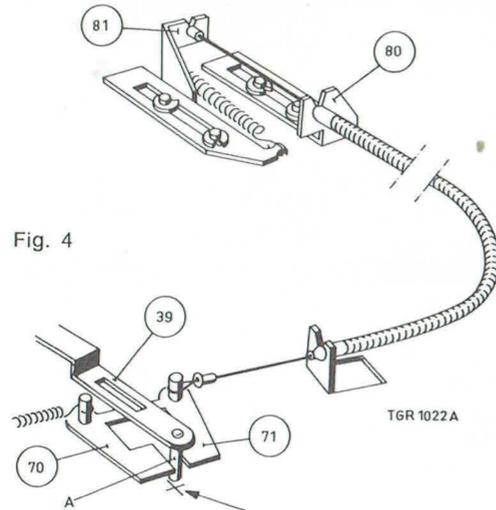

Fig. 4
Réglage de la poulie de bobinage rapide repère 37 (voir fig. 4).
- 3° Le réglage est obtenu en courbant l'étrier repère 81 (fig. 4).
1° Presser la roue intermédiaire 90 contre sa butée « C ». La distance entre le rouleau de bobinage rapide 37 et la roue intermédiaire doit être d'environ 0,2 mm. Ce réglage peut être obtenu en courbant l'étrier 39 (voir fig. 4). En enfonçant la touche de bobinage ou de rebobinage, les étriers 70 et 71 doivent être écartés symétriquement.